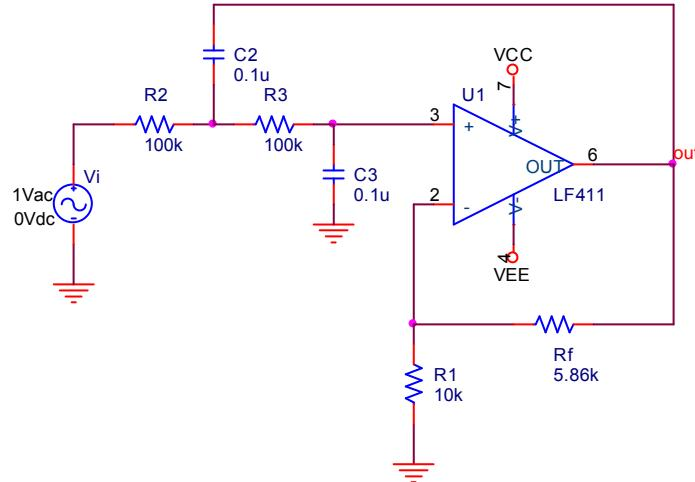

图 8.2.1 二阶有源低通滤波器
8.2.1 二阶有源低通滤波器如图 8.2.1。求截止角频率和通带电压增益，并画出其波特图。(erjieyouyuanditong)